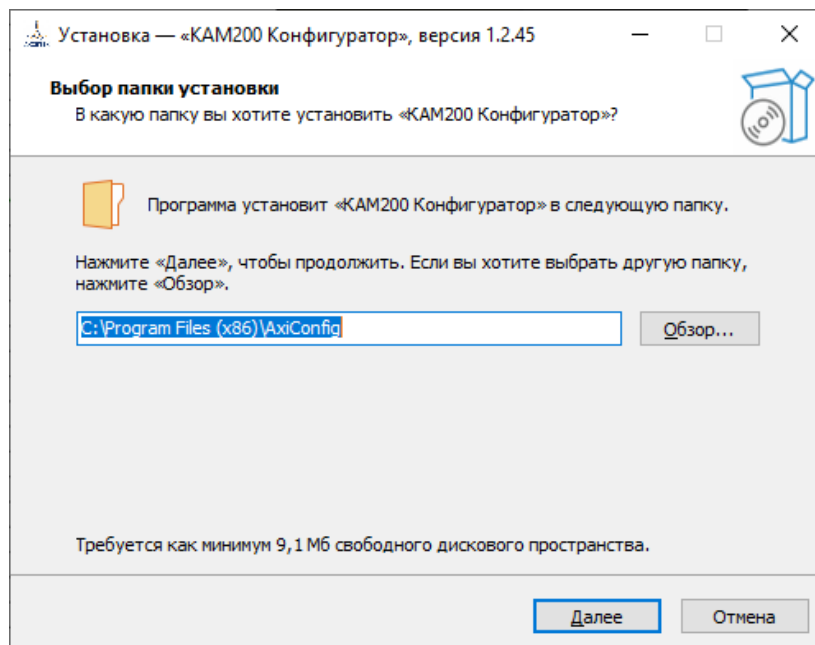

Рисунок 1 – Выбор папки установки
2. Запустить файл AxConfigSetup-X.X.X.X.exe (см. рисунок 1). Нажать кнопку «Далее».